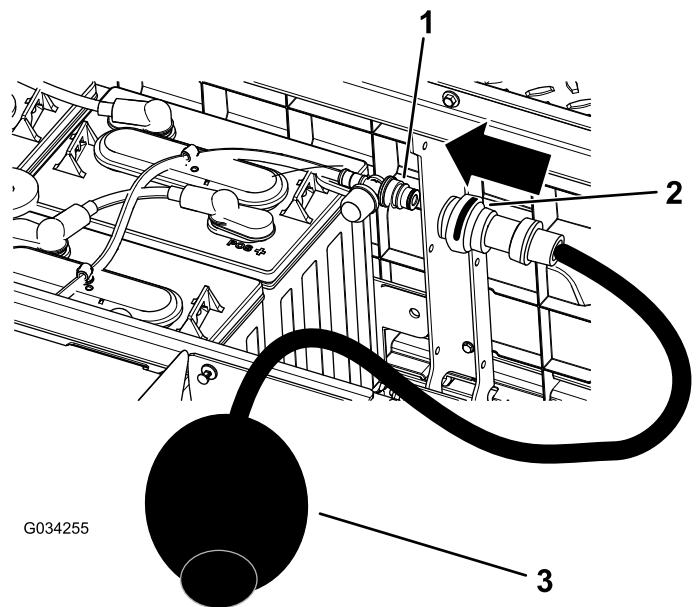

Figura 40
- Collegate la vostra pompa manuale Toro al foro di riempimento dell'acqua (Figura 40).